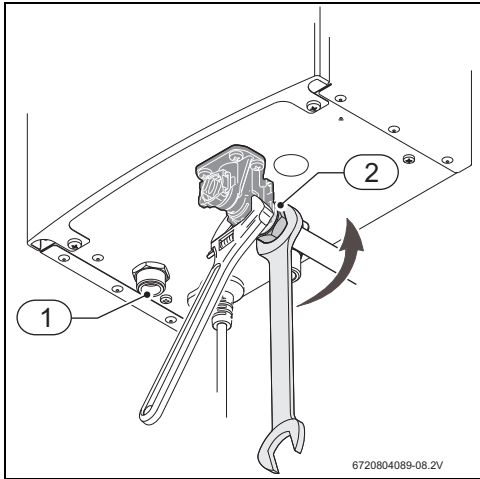

Fig. 13 Collegamento dell'acqua
- ▶ Durante il serraggio del raccordo AFS presso il gruppo acqua, utilizzare chiave e controchiave come mostrato nella Fig. 13.
- ▶ Effettuare i collegamenti di ingresso (Fig. 13, [2]) e di uscita (Fig. 13, [1]) dell'acqua utilizzando gli accessori di raccordo in dotazione.